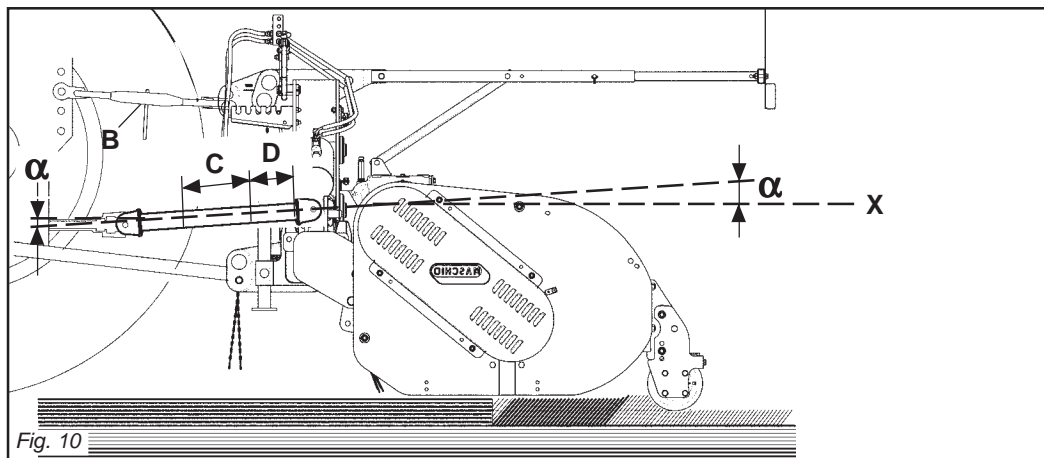
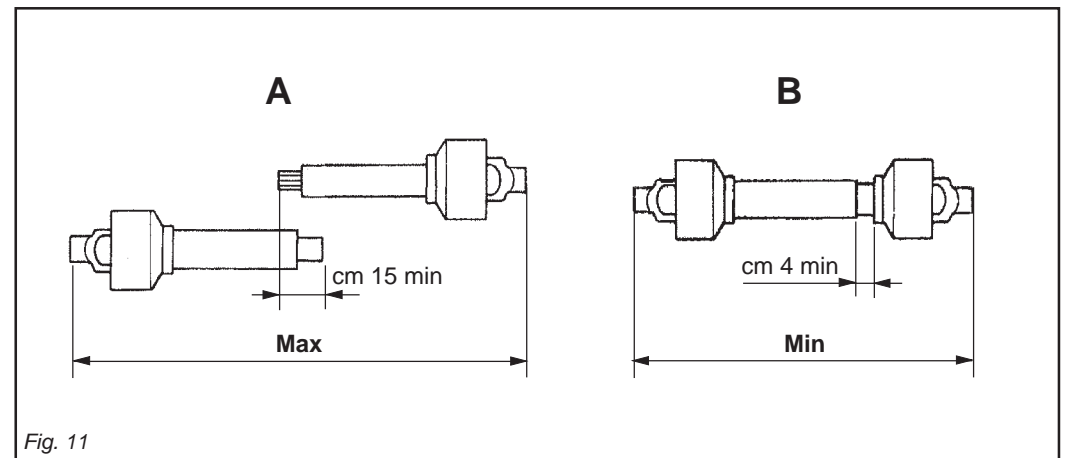

Fig. 10
Fig. 11
L'attacco è corretto quando la macchina è orizzontale in posizione di lavoro. Per fare ciò aumentare o diminuire la lunghezza della barra superiore dell'attacco (B Fig. 10) in modo da portare l'asse (X Fig. 10) della ghiera scanalata della scatola parallela al suolo.
- I due angoli ( $\alpha$  Fig. 10) formati dalle assi delle forcelle e l'asse dei tubi scorrevoli saranno uguali e non dovranno superare i 10°.
- La copertura (C Fig. 10) dei tubi scorrevoli deve essere di 15 cm minimo (Fig. 11).
- I due tubi dell'albero di trasmissione a cardano non si devono ricoprire completamente, una corsa di sicurezza (D Fig. 10) di 4 cm minimo deve sussistere.
- Gli angoli ( $\alpha$  Fig. 10) dei cardani non devono essere superiori a 40° (Fig. 10).
Connection is correct when the machine is horizontal in the operating position. To achieve this, increase or decrease the length of the top bar of the hitch (B Fig. 10) so as to set the axis (X Fig. 10) of the housing's grooved ring nut parallel to the ground.
- The two angles ( $\alpha$  Fig. 10) formed by the fork axes and the axis of the sliding tubes will be equal and must not exceed 10°.
- The sliding tubes (C Fig. 10) must overlap by at least 15 cm (Fig. 11).
- The two tubes of the driveline shaft must not fully overlap. There must always be a safety travel (D Fig. 10) of at least 4 cm.
- The angles ( $\alpha$  Fig. 10) of the drivelines must not exceed 40° (Fig. 10).
L'attelage est correct quand dans la position de travail la machine est horizontale. Pour obtenir cette condition augmenter ou diminuer la longueur de la barre supérieure de l'attelage (B Fig. 10) de manière à ce que l'axe (X Fig. 10) de la bague cannelée de la boîte soit parallèle au sol.
- Les deux angles ( $\alpha$  Fig. 10) formés par les axes des fourches et l'axe des tubes coulissants doivent être identiques et ne doivent pas dépasser 10°.
- La couverture (C Fig. 10) des tubes coulissants doit être au minimum de 15 mm (Fig. 11).
- Les deux tubes de l'arbre de transmission à cardans ne doivent pas se recouvrir complètement, il doit rester une course de sécurité (D Fig. 10) de 4 cm au minimum.
- Les angles ( $\alpha$  Fig. 10) des cardans ne doivent pas être supérieurs à 40° (Fig. 10).
Der Anbau ist richtig, wenn das Gerät in der Arbeitsposition horizontal steht. Um dies zu erhalten, die Länge der oberen Kupplungsstange (B Abb. 10) erhöhen oder verringern, bis die Achse (X Abb. 10) der Keilmutter des Gehäuses parallel zum Boden steht.
- Die beiden Winkel ( $\alpha$  Abb. 10), die aus den Achsen der Gabeln und der Achse der Gleitrohre bestehen, müssen gleich groß sein und dürfen auf keinen Fall größer als 10° sein.
- Die Überdeckung (C Abb. 10) der Gleitrohre muss mindestens 15 cm ausmachen (Abb. 11).
- Die beiden Rohre der Gelenkwelle dürfen sich nicht ganz überdecken. Es muss noch einen Sicherheitshub (D Abb. 10) von mindestens 4 cm geben.
- Die Winkel ( $\alpha$  Abb. 10) der Gelenkwellen dürfen nicht größer als 40° sein (Abb. 10).
El enganche es correcto cuando la máquina está horizontal en posición de trabajo. Para ello aumentar o disminuir la longitud de la barra superior del enganche (B Fig. 10) en modo de llevar el eje (X Fig. 10) de la tuerca ranurada de la caja paralela al terreno.
- Los dos ángulos ( $\alpha$  Fig. 10) formados por los ejes de las horquillas y el eje de los tubos corredizos serán iguales y deberán superar los 10°.
- La cobertura (C Fig. 10) de los tubos corredizos debe ser como mínimo de 15 cm (Fig. 11).
- Los dos tubos del árbol de transmisión de cardán no se deben cubrir completamente, debe quedar una carrera de seguridad (D Fig. 10) de 4 cm como mínimo.
- Los ángulos ( $\alpha$  Fig. 10) de los cardanes no deben ser superiores a 40° (Fig. 10).
Quando esso è inserito al massimo, il gioco minimo consentito deve essere di 4 cm (Fig. 11).
*When fully inserted, the minimum play must be 4 cm. (Fig. 11).*
Quand il est entièrement rentré, le jeu minimum admissible doit être de 4 cm. (Fig. 11).
*Wenn die beiden Teile ganz zusammengeschoben sind, muß das kleinstmögliche Spiel 4 cm ausmachen. (Abb. 11).*